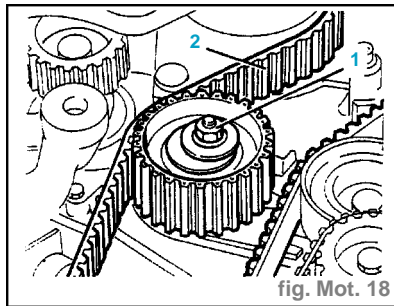

fig. Mot. 18
- Dévisser l'écrou du tendeur mobile de distribution (1) (fig. Mot. 18).
- Enlever la courroie dentée de commande de distribution (2).